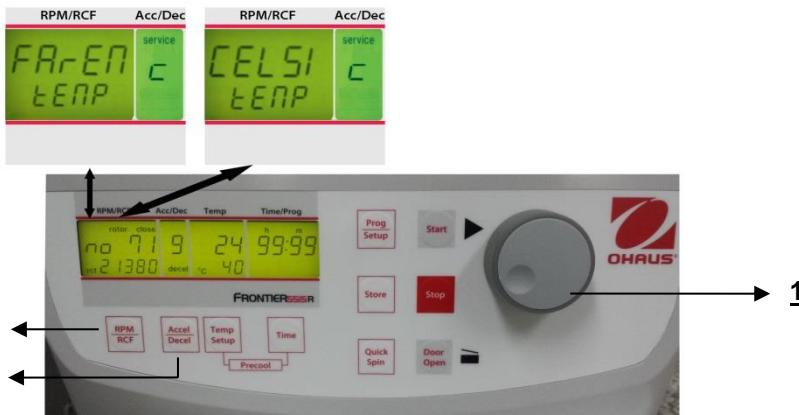

Figura 32
Proceda como se describe en el punto 4.1.2 para ingresar en este modo de programa y luego presione el botón "Accel/Decel" (5). En la pantalla "Acc/Dec" (A-2) aparece la palabra "Service". Ahora seleccione la letra "C" con la perilla de ajuste (1). Como resultado, en la pantalla "RPM | RCF" (A-1) aparecen las palabras "CELSI/temp". Si presiona el botón "RPM | RCF" (4), la palabra "CELSI" destella y puede cambiar la pantalla a Fahrenheit "FAREN" con la perilla de ajuste (1) (vea la Figura 32).